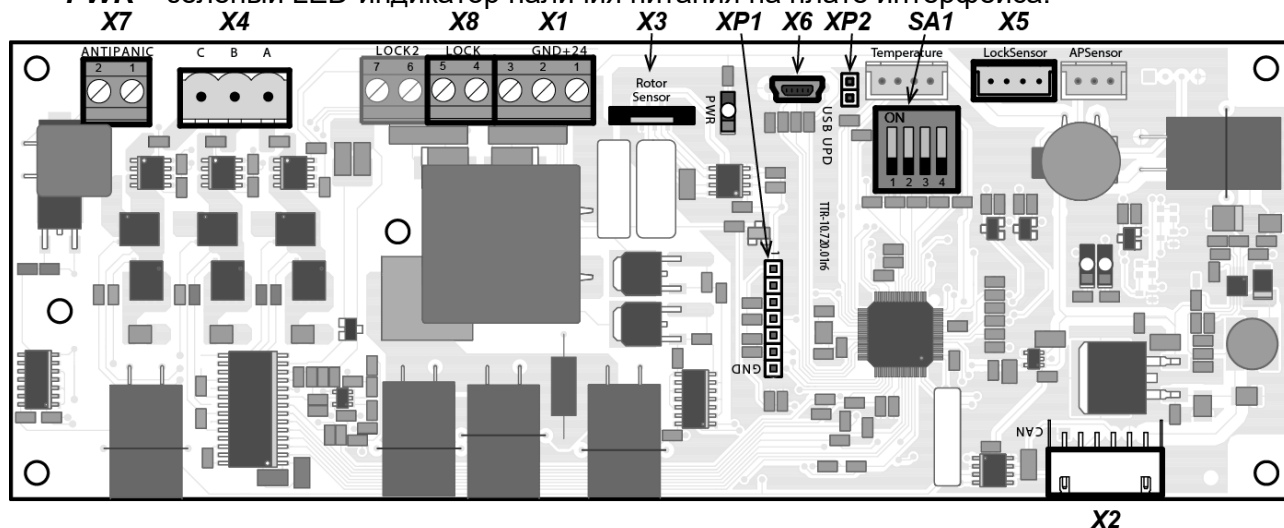

Рисунок 6. Внешний вид платы управления
К плате управления внутренней проводкой подключены все узлы механизма турникета. Также к ней внешним кабелем подключается источник питания турникета. Подключение должно соответствовать схеме электрических соединений, представленной на рис. 17. Внешний вид платы управления (9) показан на рис. 6.